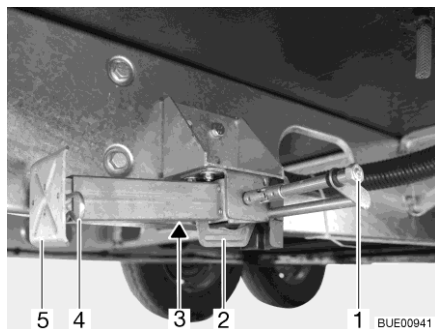

Fig. 49 Vérin stabilisateur
- Placer la clé à pipe sur l'écrou à six pans (Fig. 49,1) et tourner jusqu'à ce que le vérin stabilisateur soit en position verticale vers le bas.
- Lorsque la longueur des vérins stabilisateurs est réglable, faire sortir la goupille (Fig. 49,4) de la rallonge du pied d'appui (Fig. 49,5).
- Placer la clé à pipe sur l'écrou à six pans (Fig. 49,1) et tourner jusqu'à ce que le vérin stabilisateur se dégage du sol.
- Rentrer complètement la rallonge du pied d'appui (Fig. 49,5) et insérer la goupille (Fig. 49,4) dans le trou prévu à cet effet.
- Tourner l'écrou à six pans (Fig. 49,1) jusqu'à ce que les vérins stabilisateurs soient pivotés vers le haut et que la glissière (Fig. 49,2) soit arrivée complètement à l'extrémité de la fente (Fig. 49,3).